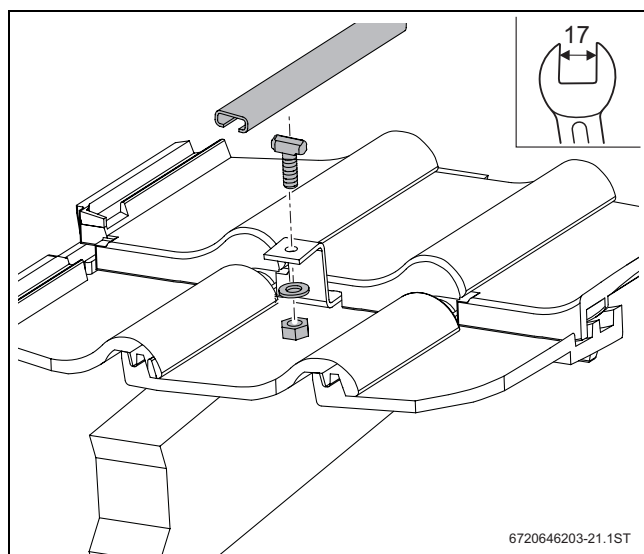

Fig. 26 Montarea șinelor pe bride de reținere
- ▶ Așezați șinele sus și jos pe bridele de reținere și fixați-le cu șuruburi cu cap tip ciocan (→ Fig. 26). Folosiți o cheie SW17.